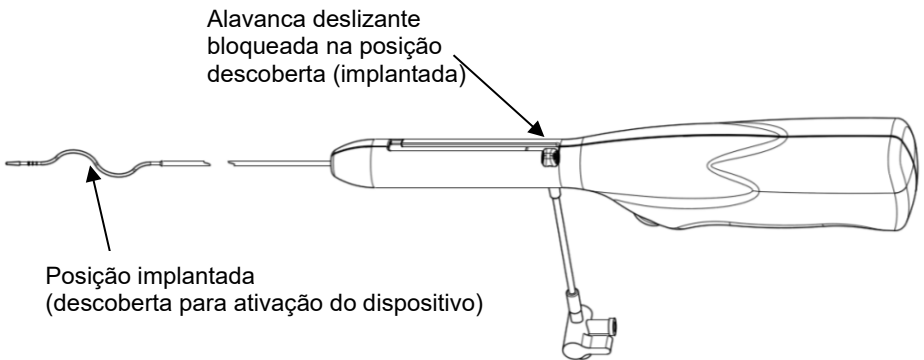

Figura 4
12. Faça avançar a ponta flexível até ao ponto mais distal do coágulo. Desbloqueie e faça recuar totalmente a alavanca deslizante para descobrir o fio sinusoidal e rode a alavanca até ouvir um "clique" (consulte a Figura 4). Confirme o posicionamento do dispositivo no interior do local de tratamento através de fluoroscopia. Acionar o interruptor ligar/desligar para ativar a rotação.
11. No caso de um enxerto, faça avançar a ponta flexível até à anastomose venosa. **Aviso: não faça avançar a ponta além da anastomose.** Numa fístula, faça avançar a ponta flexível até ao ponto mais central do coágulo. Desbloqueie e faça recuar totalmente a alavanca deslizante para descobrir o fio sinusoidal e gire a alavanca até ouvir um "clique" (consulte a Figura 4). Confirme o posicionamento do dispositivo no interior da fístula ou do enxerto através de fluoroscopia. Acione o interruptor ligar/desligar para ativar a rotação.